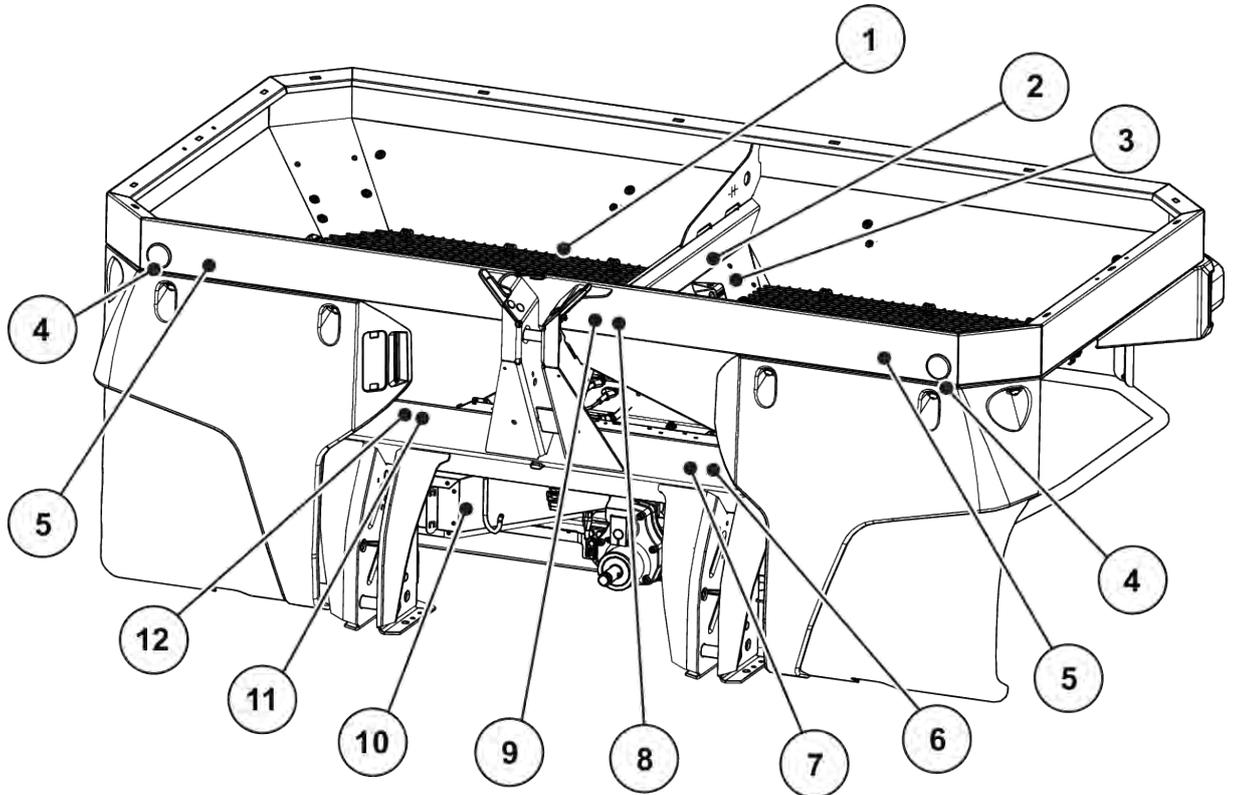

図 2: 安全装置、警告および説明ステッカー、前面
工場出荷時に機械には、照明装置、およびに前面、後面、側面のマーキングが取付けられています(機械への取付けは図 2 安全装置、警告および説明ステッカー、前面を参照してください)。
- 保護装置 - 参照: 図 2 安全装置、警告および説明ステッカー、前面